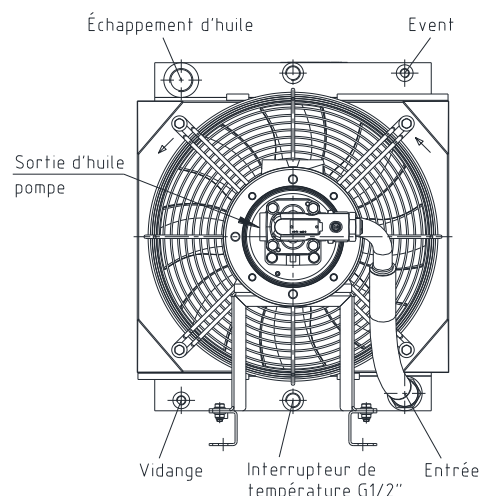

Fig. 9 : Refroidisseur air/huile ; type : OPC200 à OPC1000
Pour raccorder le refroidisseur air/huile, utilisez des tuyaux hydrauliques appropriés. Ceux-ci sont raccordés du côté de la sortie de l'élément de refroidissement (voir figure 9).
- Purger le radiateur de refroidissement après remplissage (voir fig. 9).